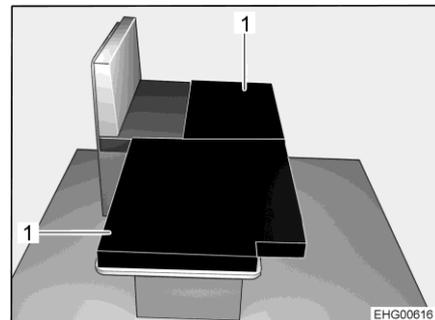

Fig. 77 Después de la transformación
- Colocar los dos cojines adicionales (Fig. 77,1) en la mesa bajada del modo mostrado en la imagen.